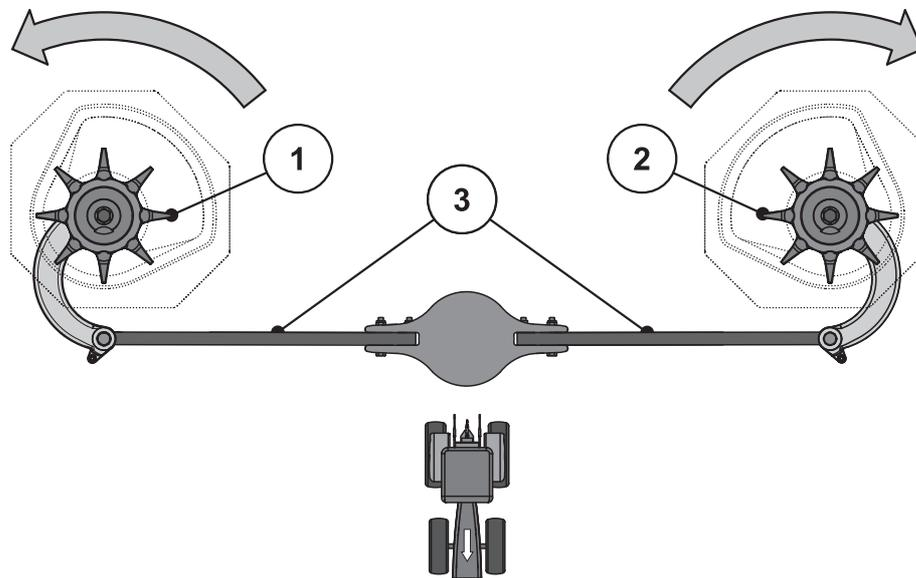

Bild 9.8: Rührwerksantrieb prüfen
2. Drehen Sie den Rührkopf von Hand **in die Drehrichtung der Wurfscheibe**. Siehe Bild 9.8.
3. Drehen Sie den Rührkopf von Hand oder mithilfe eines Ölfilterbandes kräftig **gegen die Drehrichtung der Wurfscheibe**. Siehe Bild 9.8.